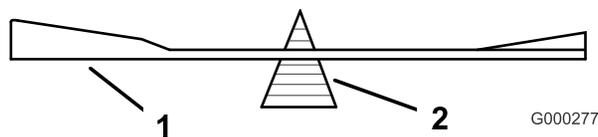
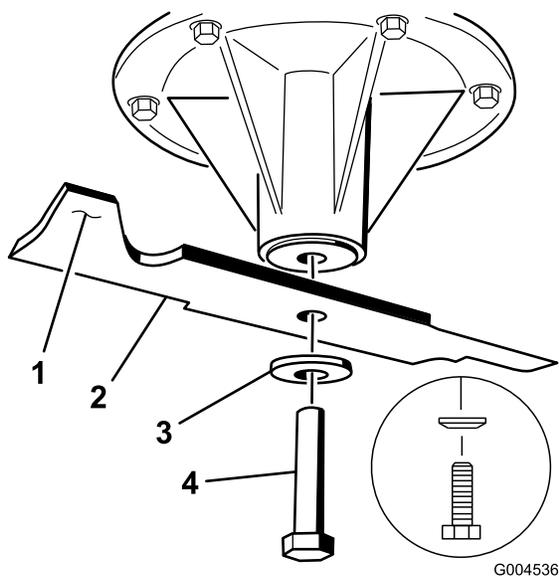

Figura 87
Figura 88
- Retire a cavilha da lâmina, a anilha curva, e a lâmina do eixo (Figura 88).
- Verifique o equilíbrio da lâmina colocando-a num equilibrador de lâminas (Figura 87). Se a lâmina ficar na horizontal é porque está equilibrada e pode ser utilizada. Se a lâmina não estiver equilibrada, lime algum metal da extremidade da aba apenas (Figura 88). Repita este procedimento até a lâmina estar equilibrada.
- Instale a lâmina no veio (Figura 88).
2. Instale a anilha curva e o parafuso da lâmina. O cone da anilha curva deve ser montado virado para a cabeça do parafuso (Figura 88). Aperte o parafuso da lâmina com 115–149 Nm.